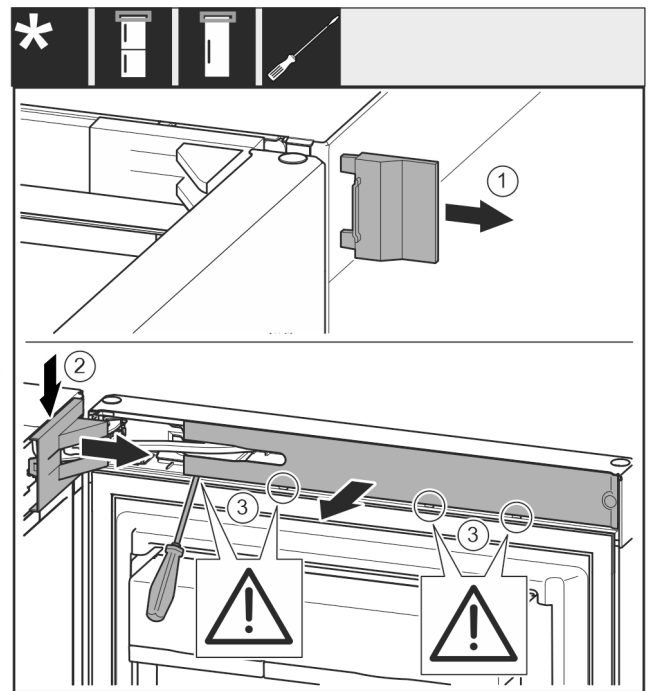

Fig. 7
► Свалете външния капак. Fig. 7 (1)
► Освободете и развийте капака на лагерната стойка. Свалете капака на лагерната стойка. Fig. 7 (2)
► Освободете капачката с плоска отвертка и я завъртете настрана. Fig. 7 (3)